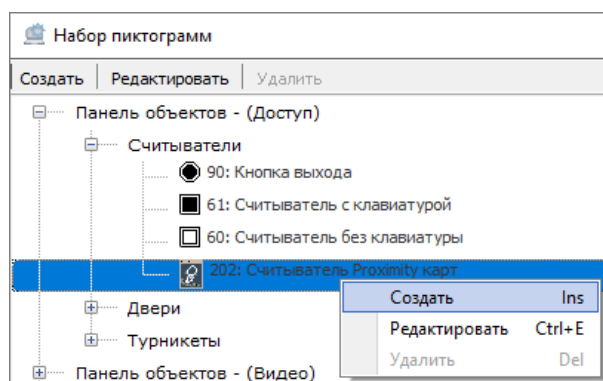

Рисунок 6-509 Выбор выполнения команды "Создать" для выбранного базового вида пиктограмм "202: Считыватель Proximity карт"
- 3) кликните по выбранному базовому виду пиктограмм правой клавишей мыши и выберите в контекстном меню вида пиктограмм команду «Создать» (см. Рисунок 6-509) или выделите выбранный базовый вид пиктограмм и нажмите клавишу <Ins> на клавиатуре;